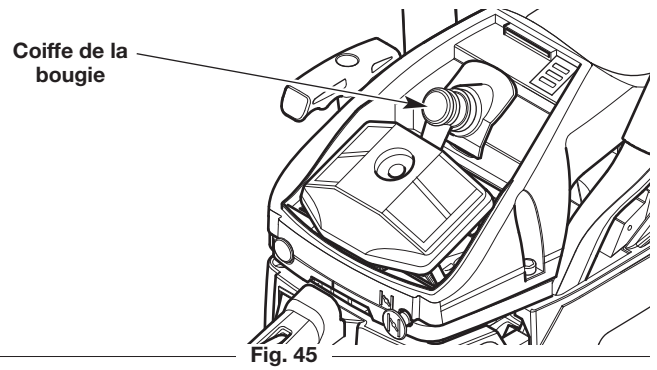

Fig. 45
4. Saisissez fermement la coiffe de la bougie d'allumage et retirez-la de la bougie d'allumage (Fig. 45).